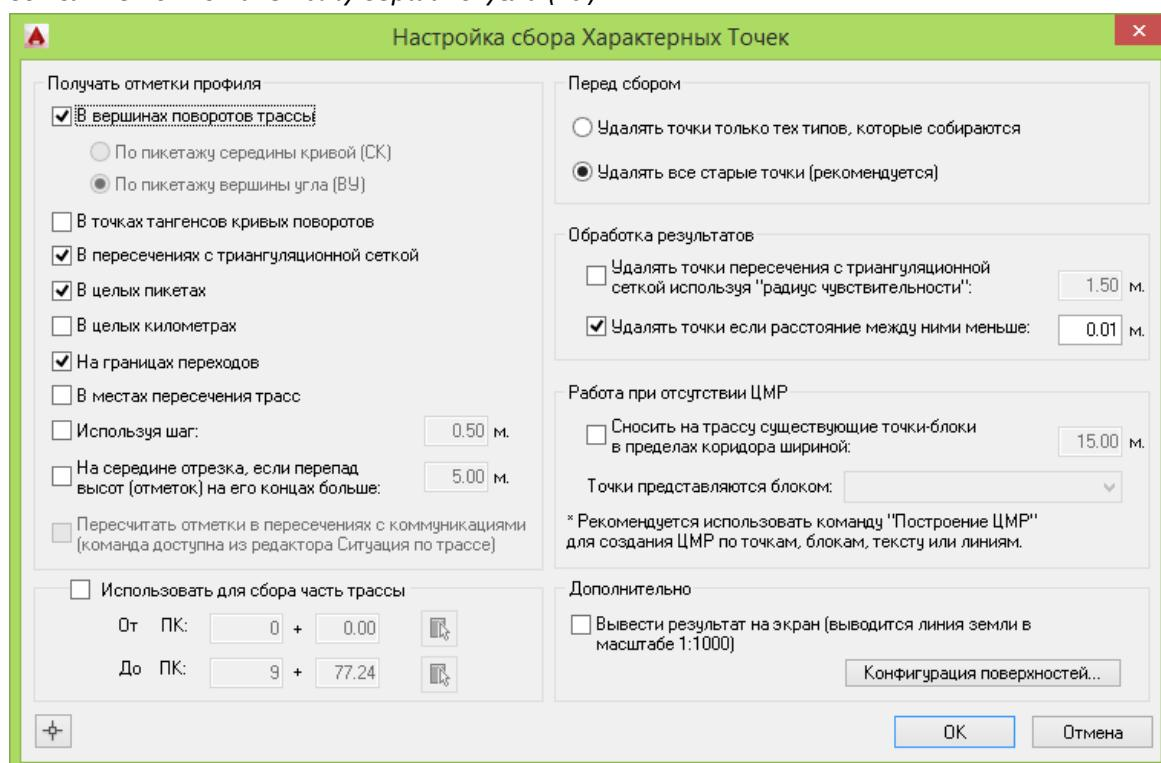

Рис. 26. Сбор характерных точек профиля.
2. В диалоговом окне *Настройка сбора профиля* (см. Рис. 26) задать нужные параметры:
По умолчанию характерные точки собираются по всей трассе. В некоторых случаях может возникнуть необходимость сбора ХТ на отдельном участке трассы (например, при повторном сборе ХТ после перетрассировки). Чтобы указать диапазон сбора ХТ, нужно установить флагок *Использовать для сбора часть трассы* (см. Рис. 26) и указать пикет начала и конца участка.
Перед первым сбором ХТ необходимо выполнить настройку поверхностей, нажав кнопку *Конфигурация поверхностей* в диалоговом окне *Настройка сбора профиля* (см. Рис. 26). Чтобы некоторые поверхности не использовались при сборе ХТ, нужно отключить и заморозить соответствующие слои AutoCAD и повторно провести конфигурацию ЦМР.